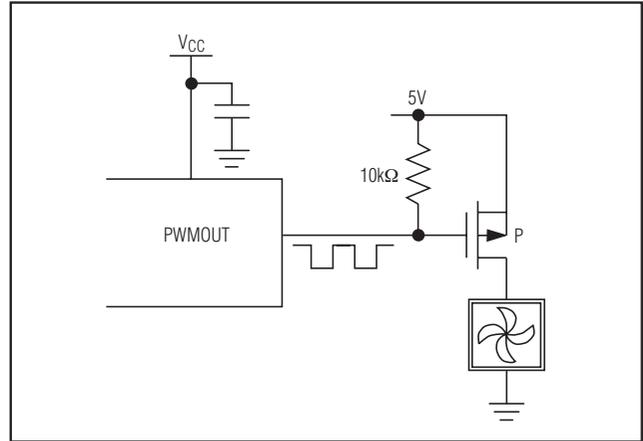

图5. 驱动p沟道MOSFET，用于高侧PWM风扇驱动
- 1) PWMOUT驱动与风扇电源串联的MOSFET栅极或双极型晶体管基极。典型应用电路给出了PWMOUT引脚驱动n沟道MOSFET的情况。在这种情况下，PWM反相位(寄存器02h的D4位)被置1。图5给出了PWMOUT驱动p沟道MOSFET的情况，此时PWM反相位必须被设定为0。